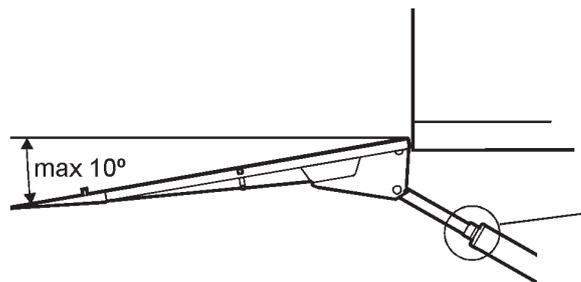

Figura 40. El ángulo de basculamiento hacia abajo se debe ajustar en  $10^\circ$  como máximo
1. Realizar una operación de elevación hacia arriba para que el puente llegue a la plataforma. Figura 40.
3. Inclinar el puente hacia abajo, hasta  $10$  grados como máximo por debajo de la horizontal. Figura 40.